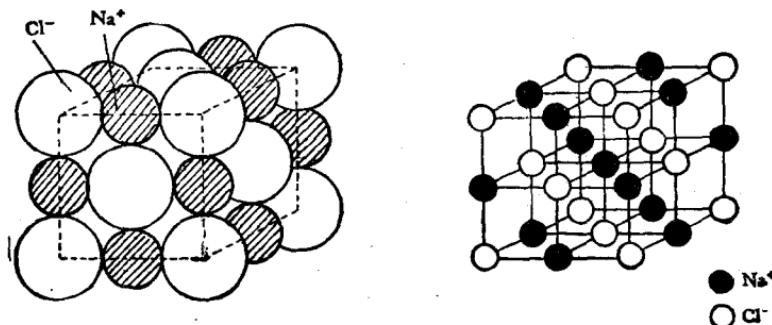

图 1-3 氯化钠晶体的结构
离子晶体的结构特点是：在晶格的结点上交替地排列着正离子和负离子，所有的离子都和它直接相邻的带有相反电荷的离子以静电引力相吸引，即以离子键相结合。例如， NaCl 便是一个典型的离子晶体，图 1-3 是它的晶格和离子排列情况。
晶格的结构具有周期性，可以从中划分出具有代表性的最小部分，这一最小部分称晶胞。整个晶格的结构可通过晶胞表示。图 1-3、1-4、1-7 就分别是 NaCl 、 CsCl 、固态 CO_2 的晶胞。这些晶胞都是立方体形，同属于立方晶系①。